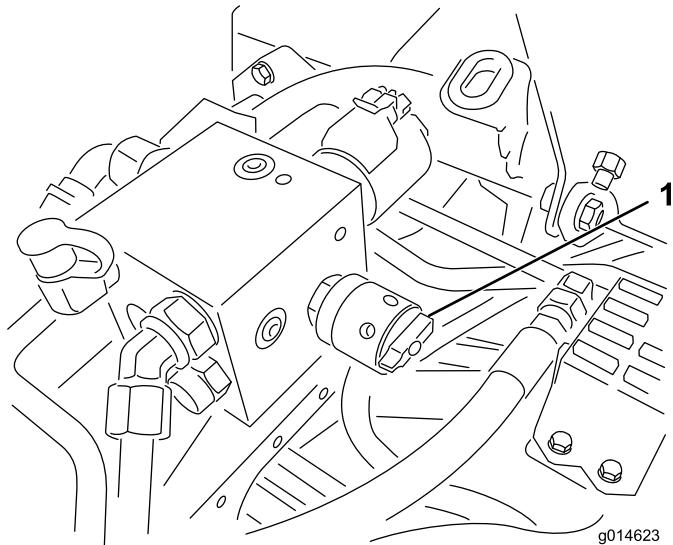

図 54
- リール速度コントロールを 1 にセットする (図 54)。